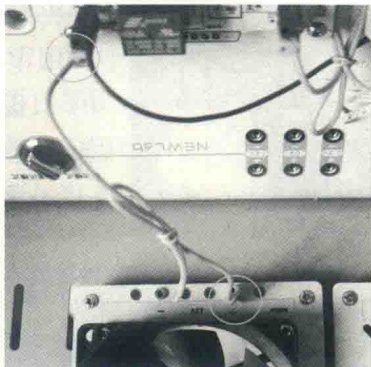

图1-5 继电器模块与风扇模块的正极连接图
4) 使用一条黄色连接线将继电器模块的J10接口与风扇模块的正极接口相连接，如图1-5所示。